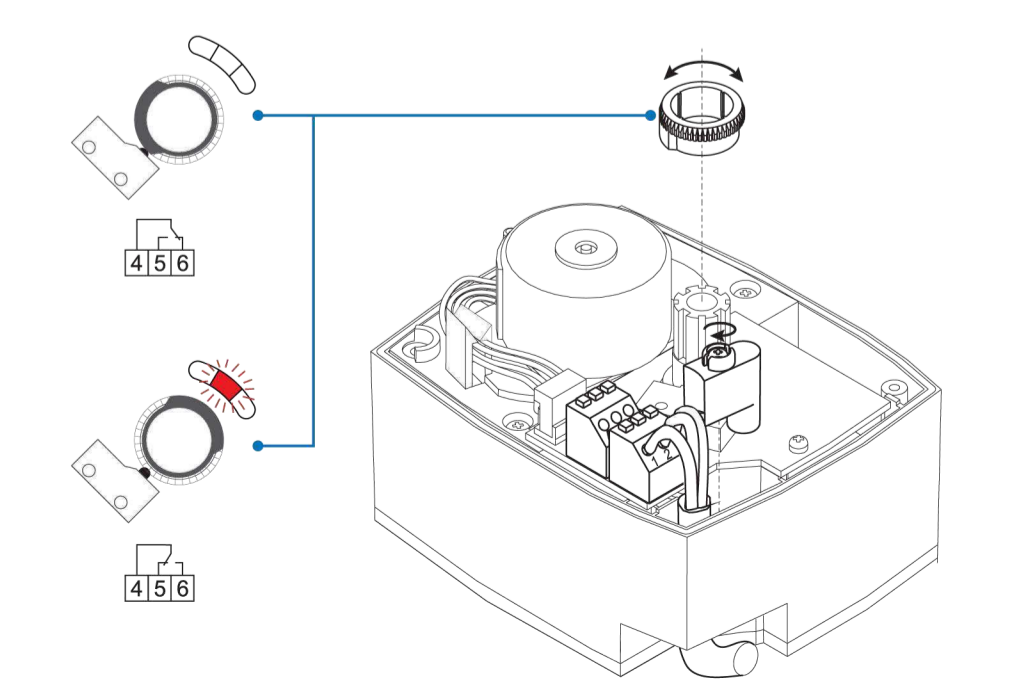

рис. 4
6. Подключите провода согласно схеме (рис. 4).
6. Соедините провода, как показано на рис. 4.